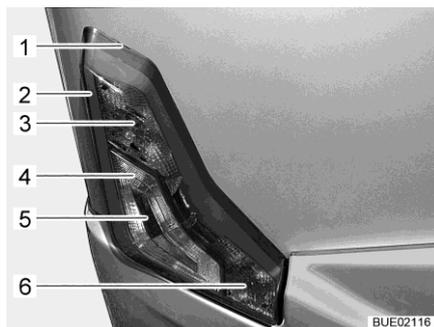

Fig. 313 Luci posteriori
- Infilare l'utensile piatto nell'intaglio (Fig. 313,1) e facendo leva sollevare con cautela l'involucro.